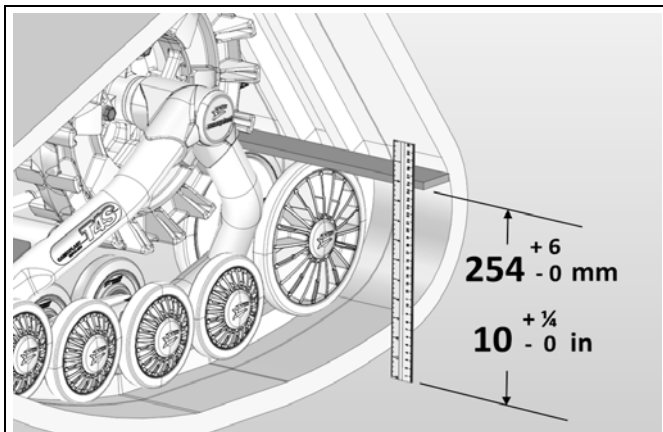

Abbildung 4
- Legen Sie ein Flacheisen auf die hinteren Räder des vorderen Raupenkettensystems und messen Sie den Abstand vom Boden zum Flacheisen wie in Abbildung 4 dargestellt.